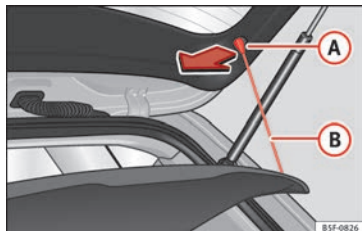

Fig. 160 Dans le coffre à bagages : dépose et repose de la plage arrière.
- Décrochez les tirants de fixation »» **fig. 160** (B) de leurs logements (A).
- Accrochez les tirants de fixation »» **fig. 160** (B) sur le capot de coffre »» ⚠.